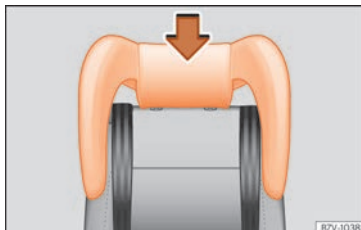

Fig. 33 Siège intégré pour enfants : monter son appuie-tête.
- Montez l'appuie-tête du siège pour enfants sur le guide du dossier correspondant jusqu'à ce qu'il s'encastre correctement »» fig. 33.